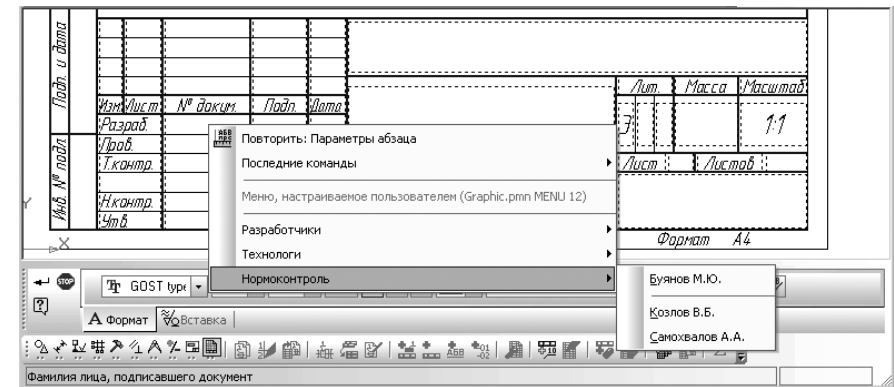

Рис. 5.43. Меню, настраиваемое пользователем
- щелкните дважды в ячейках, в которой указывается фамилии разработчиков, технологов или нормо-контроллеров. Появится всплывающее меню. Если в нем установить указатель мыши на нужный вам пункт, то появится второе всплывающее меню с фамилиями и именами возможных исполнителей, которое заранее заполняется. Одно из возможных состояний меню показано на рис. 5.43;